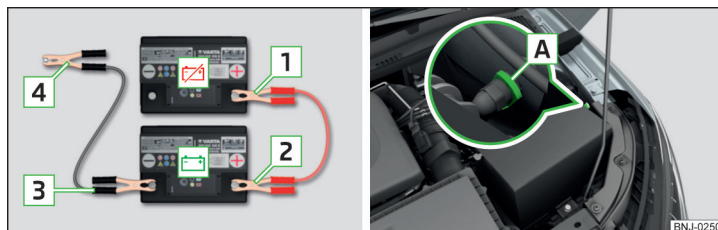

Fig. 278 **Pornirea asistată:** - bateria descărcată, - bateria furnizoare de curent/punctul de masă al motorului la sistem START-STOP
- La autovehiculele **cu** sistem START-STOP conectați clema **4** la punctul de masă al motorului **A** » fig. 278.